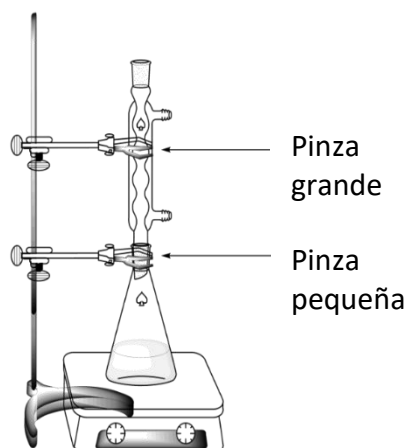

Figura 1. Sistema para calentar la mezcla de reacción bajo reflujo
- Conecta** el condensador de reflujo al matraz Erlemeyer uniendo sus esmerilados abriendo y ajustando cuidadosamente la pinza grande (ver Figura 1). **Levanta** la tarjeta de HELP. Un asistente de laboratorio vendrá a abrir la llave del agua y encender la plancha de calentamiento.
2. **Recristaliza** el producto impuro contenido en el matraz Erlenmeyer esmerilado de 50 mL con la cantidad que consideres **necesaria** de la mezcla agua/etanol usando el mismo sistema de reflujo (ver Figura 1). **Levanta** la tarjeta HELP. Un asistente de laboratorio vendrá a abrir la llave de agua y encender la plancha de calentamiento. **Añade** la mezcla de solventes por la parte superior del condensador si fuese necesario.